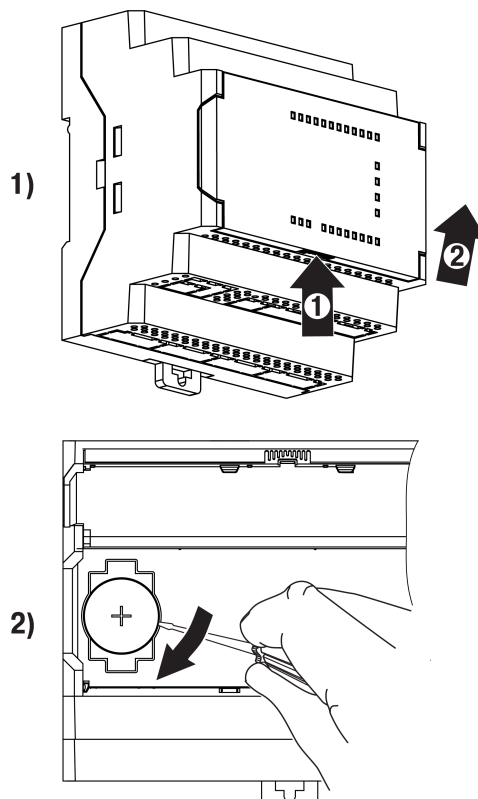

Abb. 8.1 Batteriewechsel
1. Öffnen Sie die vordere Abdeckung (Abb. 8.1).